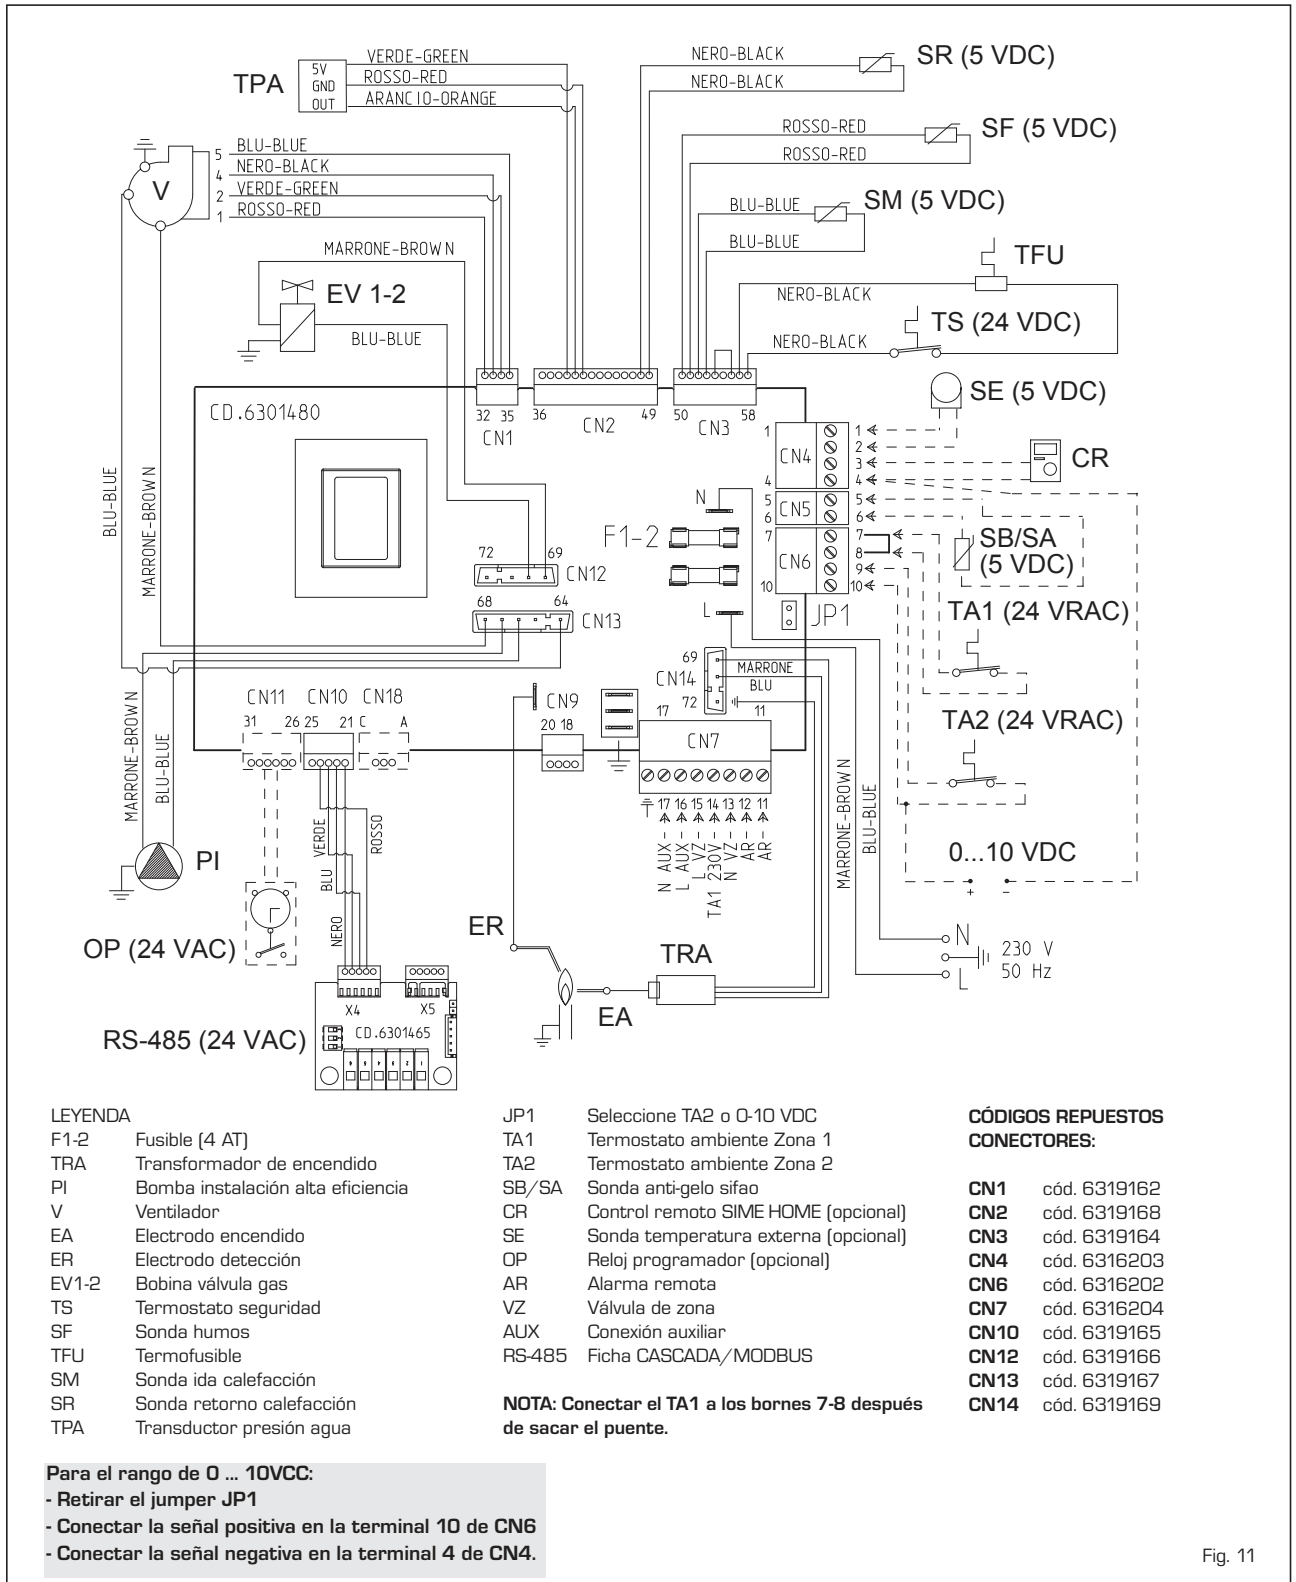

Fig. 11
### 2.11.1 Esquema eléctrico generador individual (fig. 11)
2.11.2 Conexión eléctrica de los módulos en secuencia/cascada (fig. 11/a)